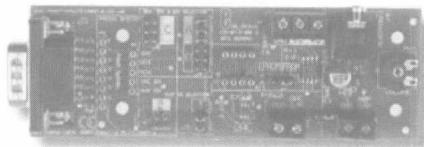

图 2.1-12 FlowCode SPI 内存和 D/A 转换板
(11) FlowCode SPI 内存和 D/A 转换板如图 2.1-12 所示。